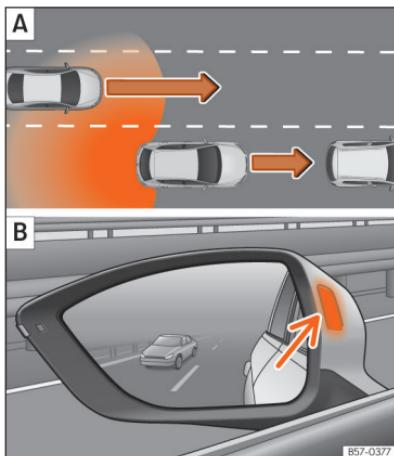

Fig. 129 Esquema: **A** Ultrapassagem com trânsito na parte traseira. **B** Indicação do assistente de mudança de faixa no lado esquerdo.
Nas seguintes situações mostra-se uma indicação na luz de controlo ➤ Fig. 129 **B** [seta] ou ➤ Fig. 130 **B** [seta]:
- Quando se é ultrapassado por outro veículo ➤ Fig. 129 **A**.